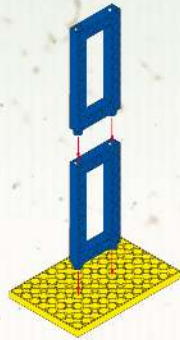

Fig. 2
2. Frames kunnen direct aan elkaar bevestigd worden. (Fig. 2)